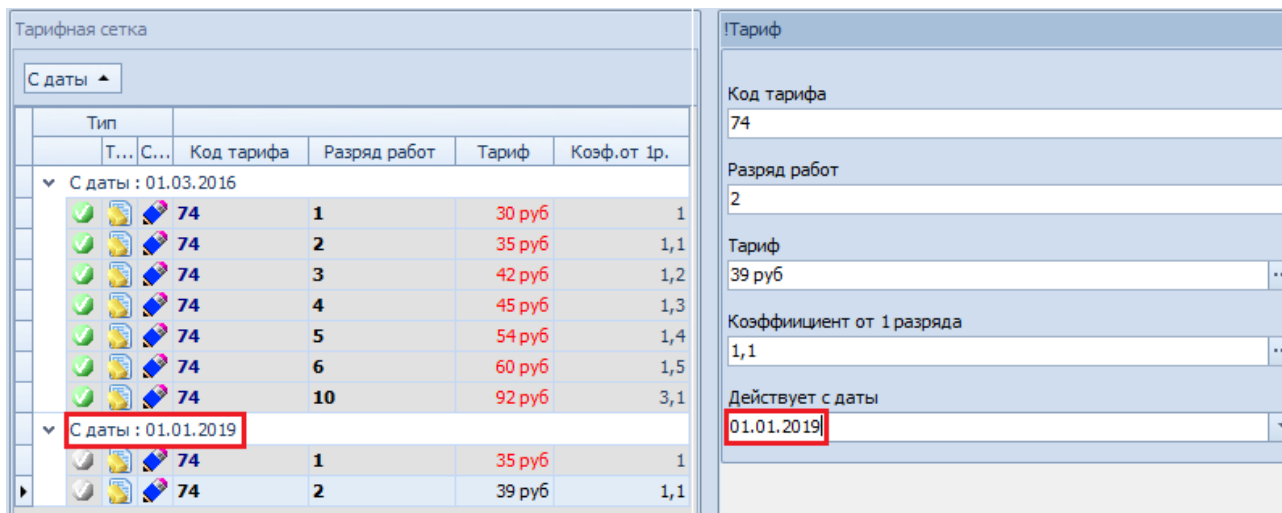

Рисунок 225. Пример ввода тарифа в действующую тарифную сетку
- 4.2 Заполнить поля атрибутов. При этом значение даты в поле «**Действует с даты**» должно совпадать с датой тарифной сетки (рис. 225).